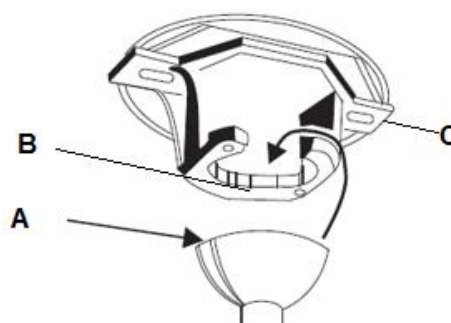

Fig. 4
Eleve o conjunto da ventoinha até ao suporte de fixação. Certifique-se de que a ranhura principal (A) da esfera do gancho está posicionada na cavilha principal (B) do suporte de fixação (C) para evitar que a ventoinha rode quando estiver a funcionar. (Fig.4)